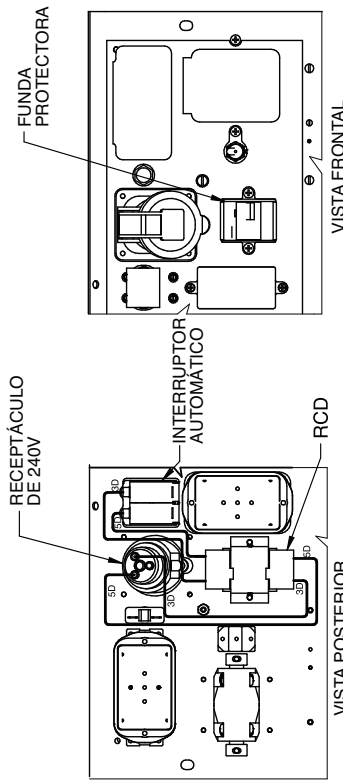

FIGURA 3
6. CONECTE LOS CABLES DEL INTERRUPTOR AUTOMÁTICO Y RECEPTÁCULO AL RCD COMO SE MUESTRA, Y APRIETE LOS CABLES A 2.4NM (21 pulg.-libras). (VEA LA FIGURA 3). TOME EN CUENTA LA CONFIGURACIÓN DE LOS CABLES. CUBRA EL ÁREA DONDE LOS CABLES SE CONECTAN AL RCD CON UN SELLADOR RTV DE GOMA DE SILICONA.